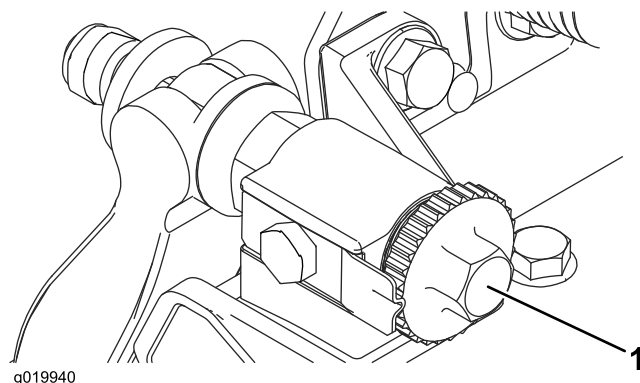

図 31
1. ベッドナイフ調整ノブ 図 31 を左に回して、ベッドナイフとリールの接触を完全になくす。